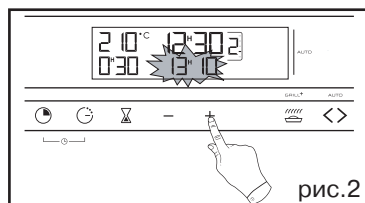

рис.2
- Поверните переключатель режимов в положение . На дисплее загорается надпись «ECO» (рис.2)